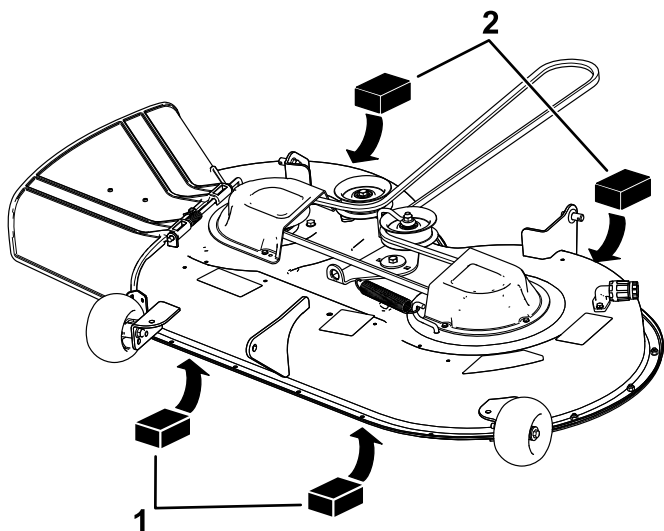

Figure 67
4. Placez 2 cales de 6,6 cm d'épaisseur chacune sous chaque côté du bord avant du plateau de coupe, mais pas sous les supports des galets anti-scalp (Figure 67).
5. Placez deux cales de 7,3 cm d'épaisseur chacune sous le bord arrière de la jupe du plateau de coupe, une de chaque côté (Figure 67).